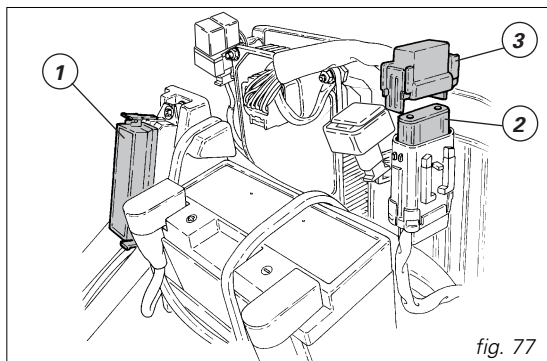

fig. 77
La boîte à fusibles principale est placée sur le côté gauche de la batterie (fig. 77).
Le fusible de 40A (2) placé sur le côté droit de la batterie (fig. 77) protège le régulateur électronique.